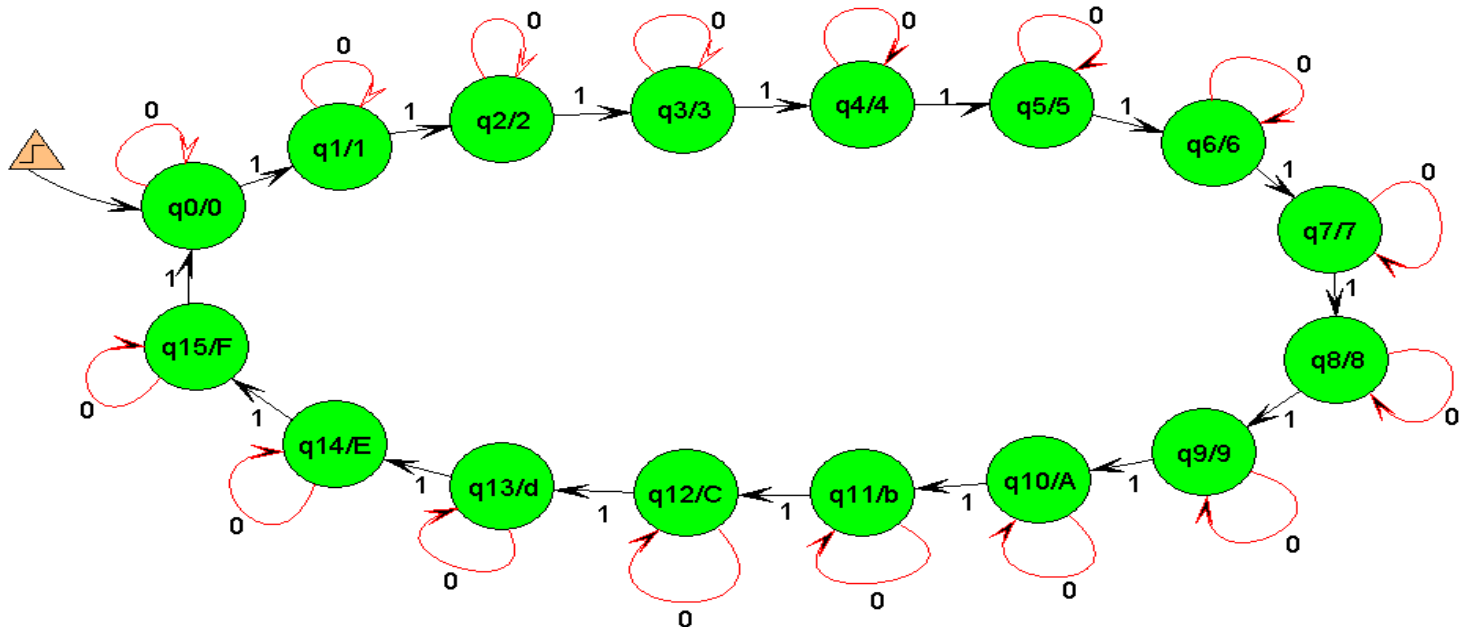

Ilustración 2 Autómata del contador hexadecimal.
**1B.** Aplicar la metodología para diseño de circuitos secuenciales y obtener las ecuaciones usando FF-D y FF-JK que permitan implementar el diseño de un contador que muestre el código hexadecimal en un display de siete segmentos, tomando en cuenta el autómata mostrado en la ilustración 2.
Para diseñar el autómata de la ilustración 2 se pueden considerar los códigos mostrados en la tabla 3.